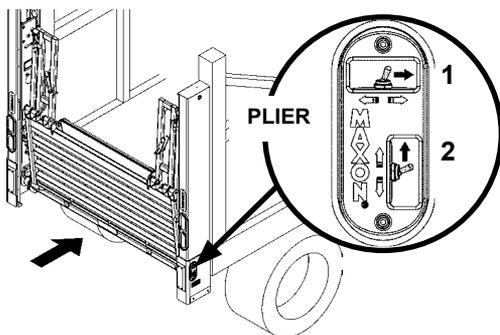

FIG. 28-2
2. Maintenez les deux commutateurs de colonne 1 et 2 enfoncés pour **PLIER** la plate-forme (FIG. 28-2).